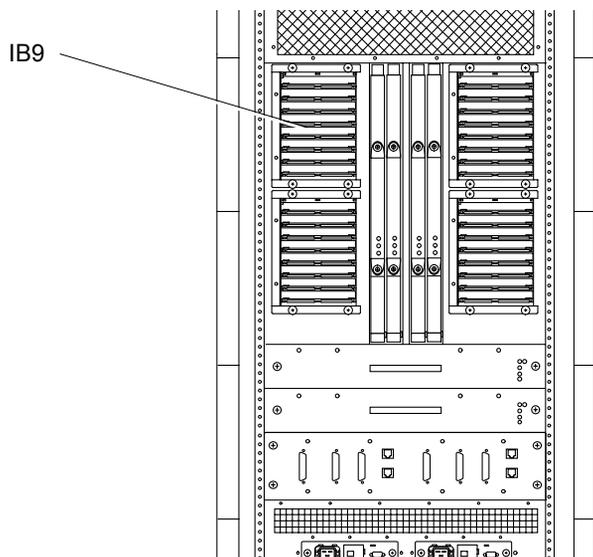

図 11-21 I/O アセンブリ IB9 の取り外し — Sun Fire E6900 システム
3. システムの背面から、左上の I/O アセンブリ IB9 を取り外します (図 11-21)。